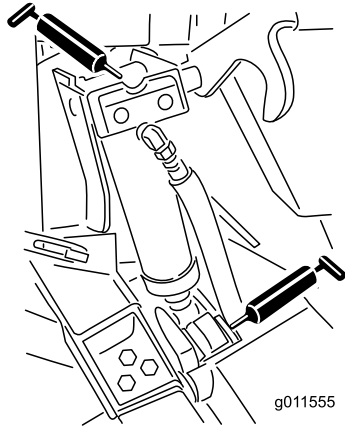

Figure 46
- Bagues de vérin de relevage (4) (Figure 46).